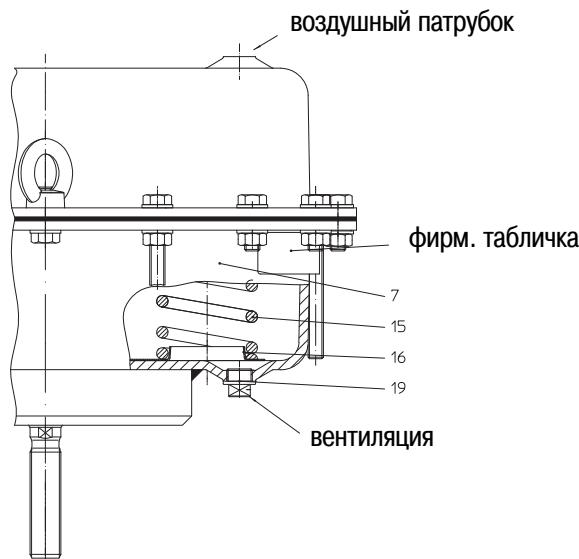

Рис. 26
- Установите закатывающуюся мембрану (10) и мембранный тарелку (11), а также элемент центрирования пружин (16) в кожух (18).
- Установите пружины (15) на центрирующий элемент (16) затем уложите второй центрирующий элемент (16) на пружины (15) и выровняйте его.
- Следите за правильной посадкой пружин! (см .Рис. 26!) Расположите пружины (15) так, чтобы над вырезом в центрирующем элементе пружины элементе (16) располагалось вентиляционное отверстие в днище мембраны (19).
- Насадите днище мембраны (7) вместе с направляющей (3) на шпиндель (1) и закрепите винтами. (момент затяжки см. п. 8.1)